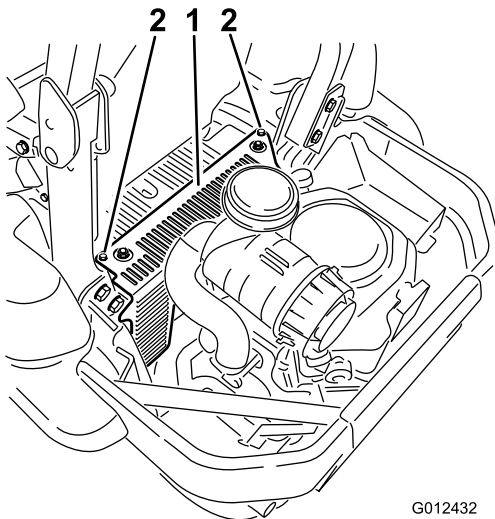

Figura 58
3. Rimuovete la copertura dell'unità idraulica e i relativi 2 bulloni (Figura 58).
5. Installate la copertura dell'unità idraulica (Figura 58).